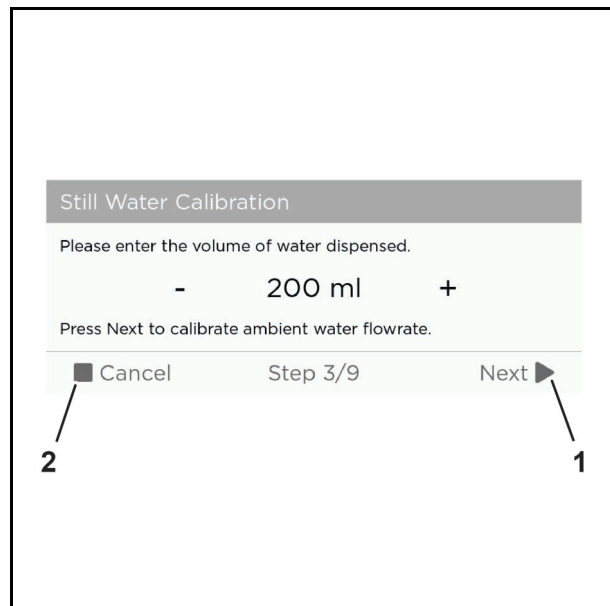

Abb. 66 Beispielgrafik
6. Tippen Sie auf die Schaltfläche "Next" (Abb. 66/1), um mit der Kalibrierung fortzufahren oder "Cancel" (Abb. 66/2), um die Kalibrierung abzubrechen.